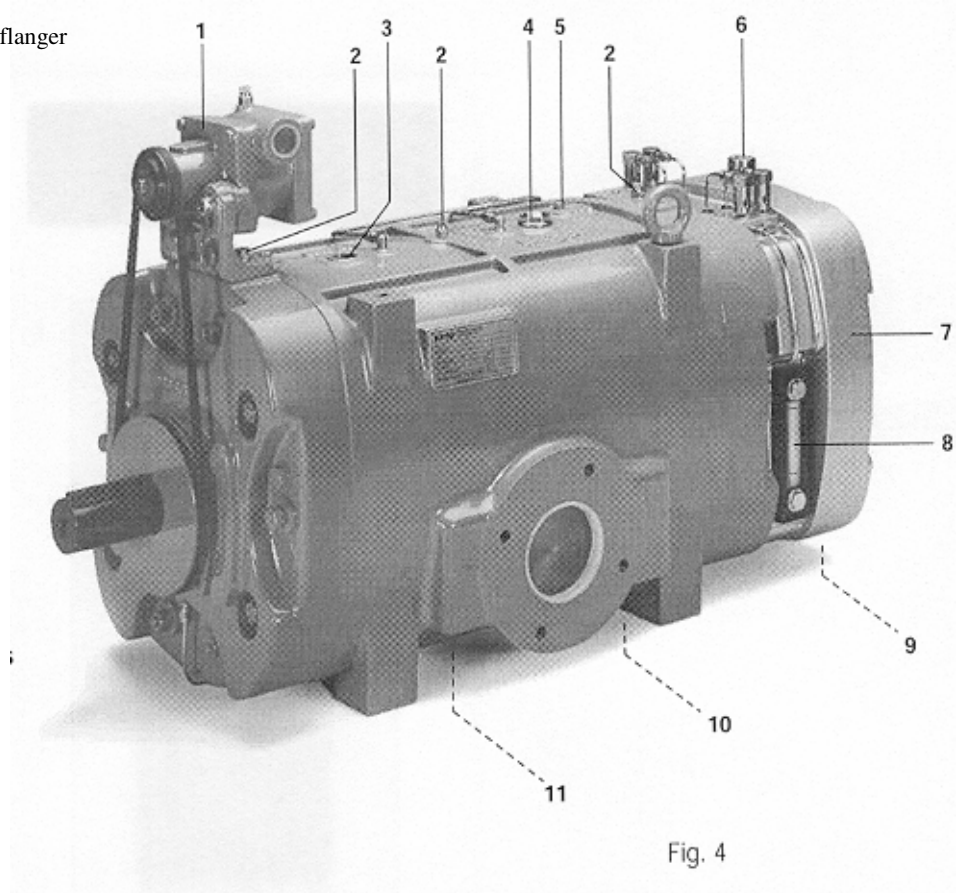
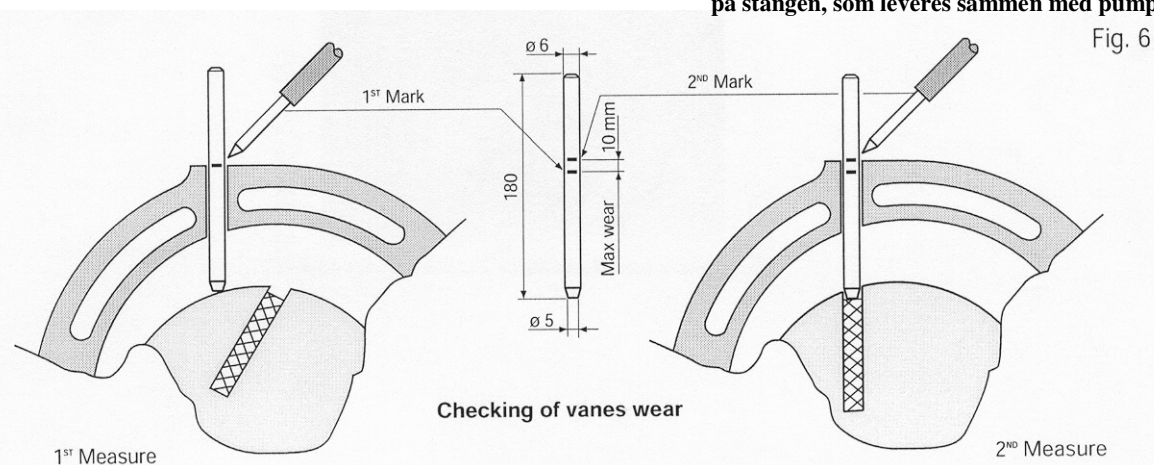

Fig. 4
Fig. 6
**3.1** Fyld olietanken op til omkring 3 cm. under påfyldningsstudsden – pos. 6 – fig.4. Ved valg af smørelolie – se side 4.
**3.2** Når udluftningssskruen er løsnet Pos.2 – Fig. 4 fyldes pumpehuset med kølemidlet gennem studsden Pos.4 Fig. 4.
- Skrue fylde og tømmeudstuderne af (Pos. 1-3 Fig. 4).
Kontrol af lamellernes slitage, kan foretages uden at adskille pumpen. Skru proppen af Pos. 5-Fig. 4, indfør en stang på 6 mm i diameter og drej rotoren med hånden. Marker med en pen første gang kontrolstangen berører rotoren udvendig. (Stangen leveres sammen med pumpen). Fortsæt med at dreje rotoren indtil kontrolstangen falder ind i en lamel rille og rammer. Marker stangen en gang til. Hvis afstanden mellem de to markeringer overstiger 10 m.m., skal lamellerne udskiftes ( se fig. 6). Monter proppen (Pos. 5) når kontrol proceduren er afsluttet.
- Tøm pumpehuset for kølevæske (pos. 11 – fig. 4)
- Fjern smøreledningen. (pos. 27)
- Fjern kilen. (pos.96)
- Skru alle møtrikkerne ud (pos. 78) og tag flangen af (pos.8)
- Træk lamellerne ud (pos. 4) og rengør rotorens riller.
- Udskift pakningen (pos. 35).
- Monter alle delene og sørg for, at smøre alle pakninger (pos. 47-48) og lejer. Monter flangerne med de tilhørende stifter (pos. 92) leveret sammen med pumpen.
- Stram møtrikkerne (pos. 78) ved hjælp af en momentnøgle indstillet til 88 Nm og træk de 2 stifter (Pos. 92) ud.
- Fyld kølesystemet som vist på side 8 afsnit 3.2 og monter rørledningen pos. 27.